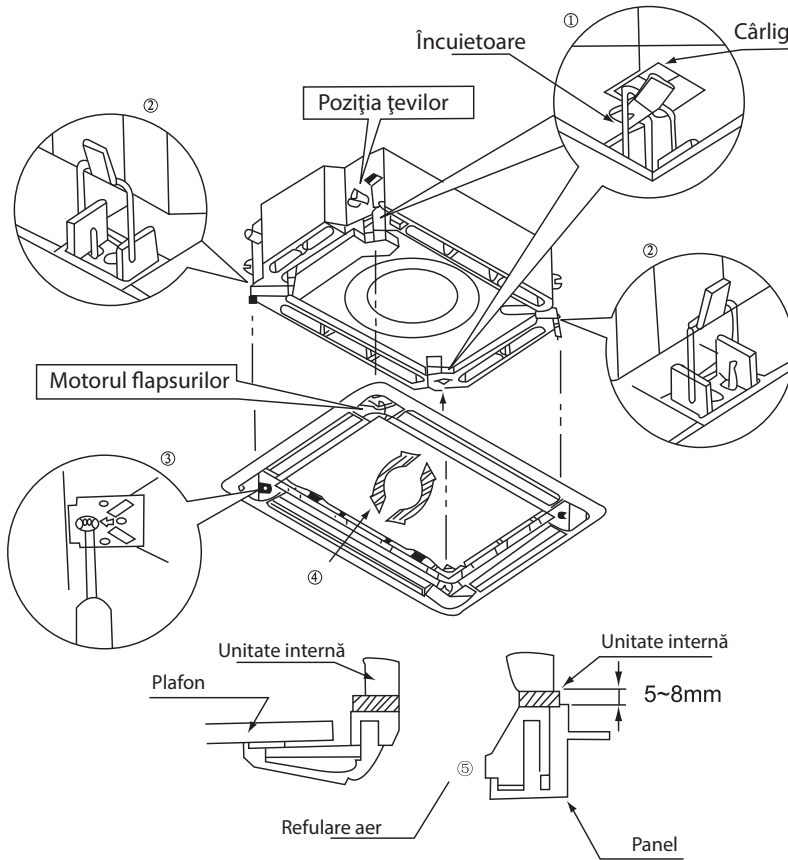

Fig.38
- (1). Puneți panoul pe unitate și prindeți cârligele de lângă motor și din partea opusă.
- (2). Prindeți celelalte două cârlige.
- (3). Strângeți cele patru șuruburi hexagonale de sub cârlige cam 15mm.
(4). Ajustați panoul pe direcția indicată de săgeată așa cum se prezintă în Fig. 38.